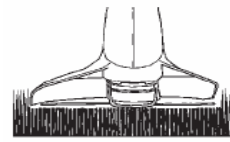

Fig. 15
1. **RECORTE / CORTE** (Fig. 15). Mueva el recortador de un lado a otro como si estuviera usando una hoz. No incline el cabezal de hilo durante este procedimiento. Haga una prueba en el área que va a cortar para determinar la altura de corte adecuada. Mantenga el cabezal a la misma altura para recortar a una profundidad de corte pareja.